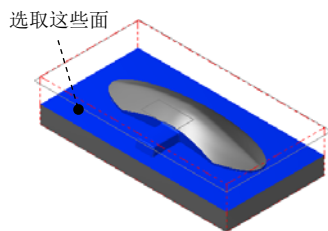

图 9.33 选取干涉面
(2) 单击 **检测** 区域中的 按钮，选取图 9.33 所示的面为干涉面 (共 28 个面)，然后按 Enter 键。
(3) 单击 按钮，完成加工区域的设置，同时系统弹出 “曲面精加工环绕等距” 对话框。